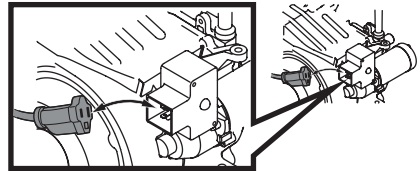

Figure 9
3. Branchez une rallonge dans la prise sur le moteur. Branchez l'autre extrémité à une prise murale à trois broches de 120 volts, avec mise à la terre, placée dans un endroit bien ventilé (Figure 9).